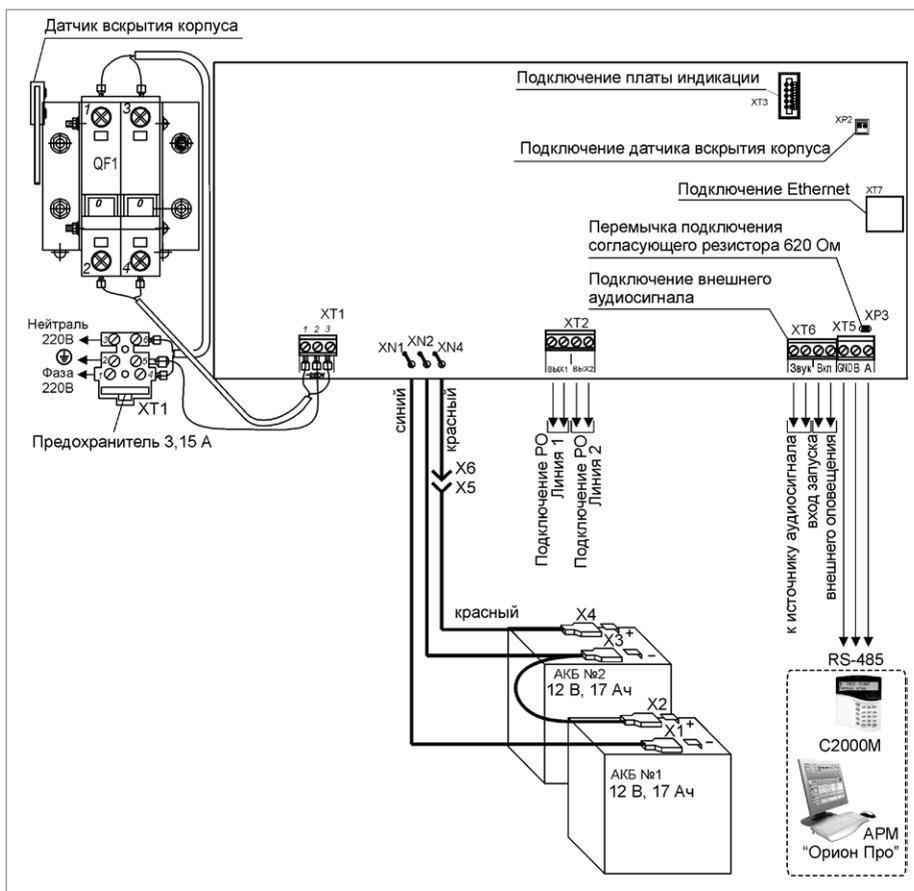

Рисунок 7. Схема внешних соединений прибора «Рупор-200»
2. Схема внешних соединений приведена на рис. 7.